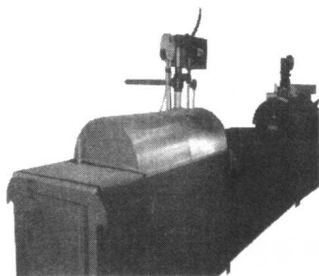

图 1-2 真空预发泡机
(2) 真空预发泡机，见图 1-2。它的主要机构有传动部分、真空